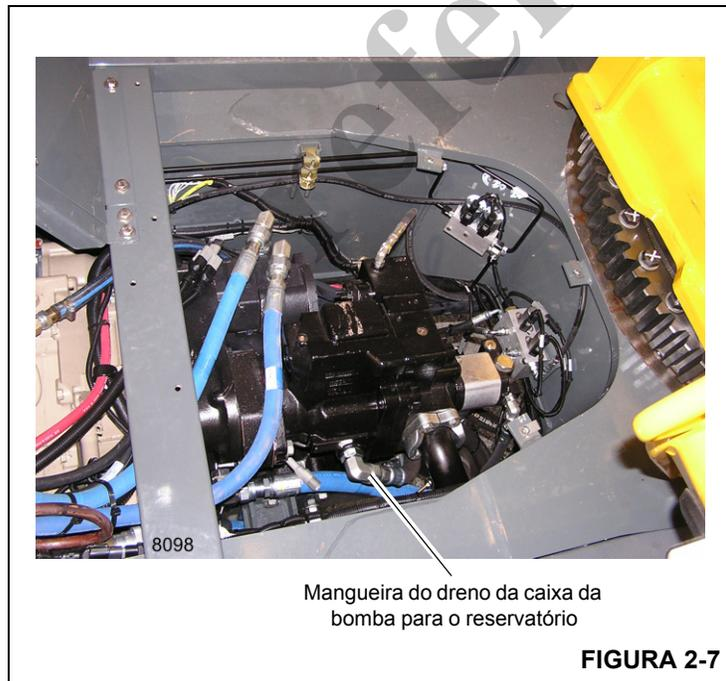

FIGURA 2-7
3. Remova a mangueira e o adaptador do dreno da caixa da entrada DR na bomba (Figura 2-7) e encha a carcaça com o mesmo óleo hidráulico usado para abastecer o reservatório hidráulico, até a parte inferior da entrada do dreno do anel de vedação da caixa. Instale o adaptador e a mangueira do dreno da caixa.